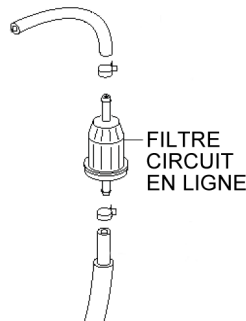

Figure 12. Filtre à carburant en ligne
- Vérifier le filtre à carburant en ligne (numéro de pièce 16910Z4ES21, Figure 12) et le remplacer si nécessaire.